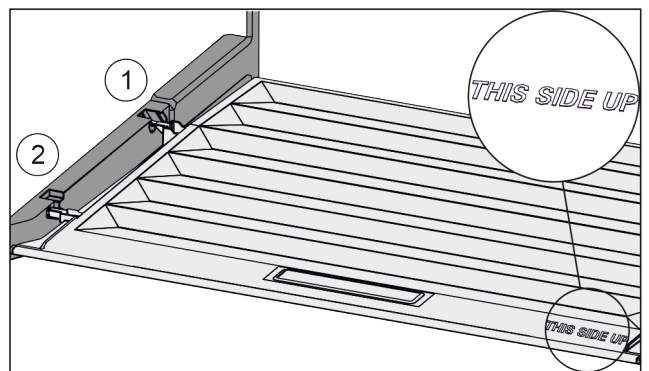

Fig. 96
- ▶ Пъхнете шийките на капака през отвора в задния държач Fig. 96 (1) и фиксирайте отпред в държача Fig. 96 (2).